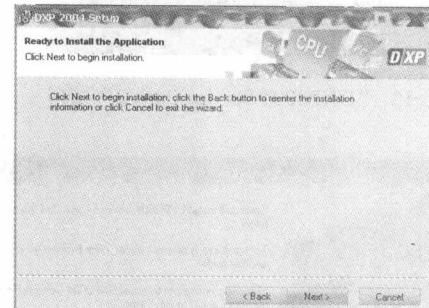
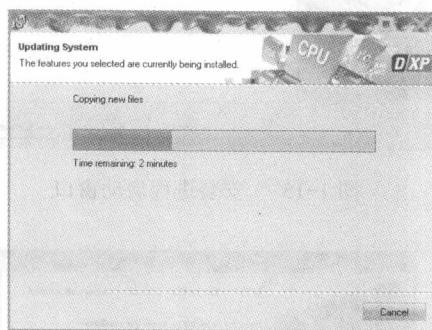
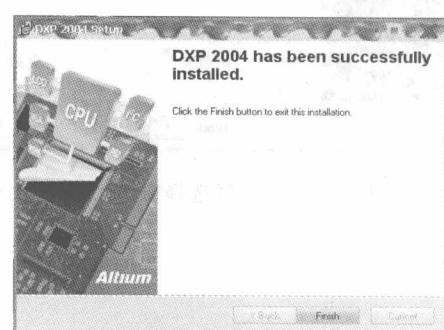

图 1-9 准备进入安装界面
图 1-10 “Updating System”窗口
图 1-11 安装成功窗口
(4) 回到“Destination Folder”对话框，路径已被改为“D:\ Protel DXP 2004 SP4”→单击按钮 →弹出“Ready to Install the Application”对话框，如图 1-9 所示→单击按钮 →弹出安装进程窗口，如图 1-10 和图 1-11 所示→单击按钮 ，确定 Protel DXP 2004 安装成功。